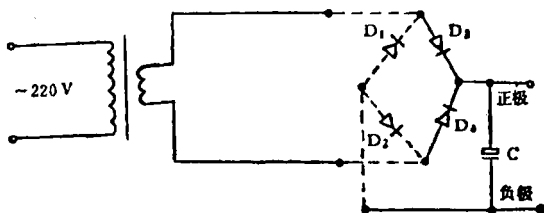

图 8-1 单组代双组
(1) 单组代双组的方法:按常规方法,将新变压器安装固定于原变压器位置上。图 8-1 中的 D_3 、 D_4 为原机上的全波整流二极管,现用型号或性能与 D_3 、 D_4 相同的两只二极管(即图 8-1 中的 D_1 、 D_2),按图 8-1 所示,与 D_3 、 D_4 接成桥式整流电路。另用一根导线将 D_1 、 D_2 的正极与电路负端(一般为接地端)相接,次级两根引线分别焊于 D_3 、 D_4 正极,无须再作其他更改,即可保证输出符合原机要求的电压。